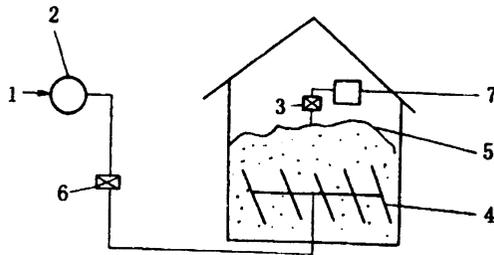

图9-3 粮库沼气储粮灭虫示意图
⑤密封4天后，再输入1次沼气。以后可每15天输入1次沼气。
①清扫粮仓，常规药品消毒，在粮堆底部设置“十字形”、中上部设置“丰字形”沼气扩散管，扩散管要达到粮堆边沿。扩散管用口径10毫米塑料管作主管，6毫米塑料管作支管，每隔30厘米钻一个通气孔，扩散管与沼气池相通，其间设有开关，粮堆周围和表面用0.1~0.2毫米的塑料薄膜密封，安装1~2道测温、测湿线路，在粮堆顶部的薄膜上安设一根小管作为排气管，并与氧气测定仪相连（图9-3）。